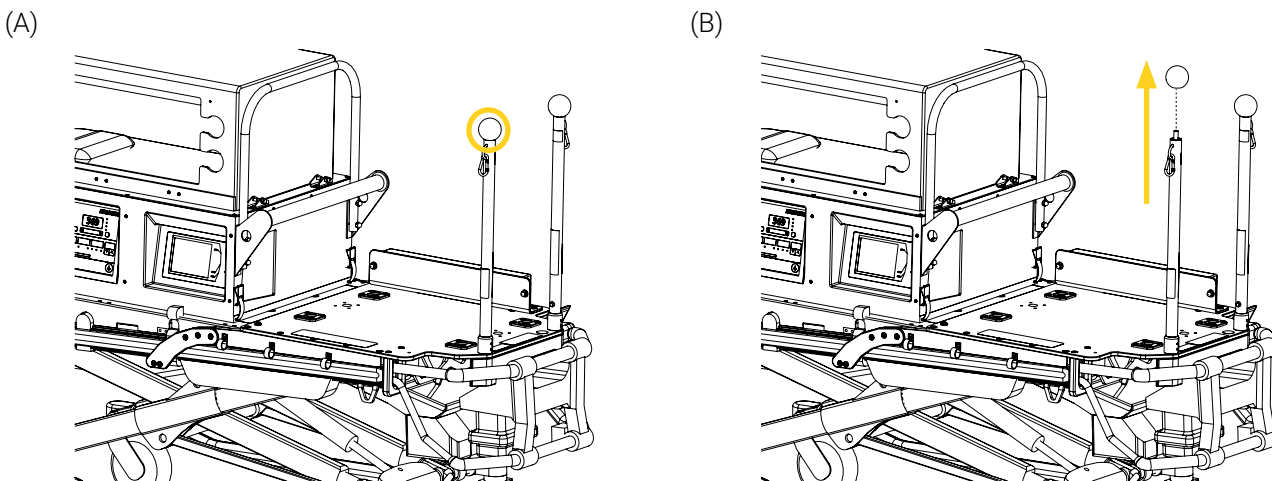

Figure 3: Retrait du bouton endommagé
- Tourner le bouton endommagé dans le sens antihoraire et le retirer de la barre de poussée (Figure 3). Le bouton ne sera **pas** réutilisé. Consulter vos protocoles internes établis et les lois environnementales applicables dans votre juridiction pour disposer de la pièce conformément.